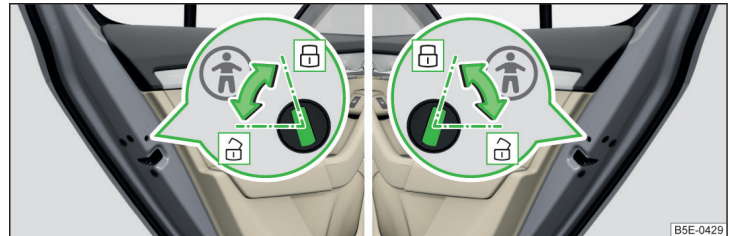

Abb. 57 Hintertür: Kindersicherung ein- / ausschalten
- » Zum **Einschalten** die Sicherung mit dem Fahrzeugschlüssel in die Position drehen » Abb. 57.